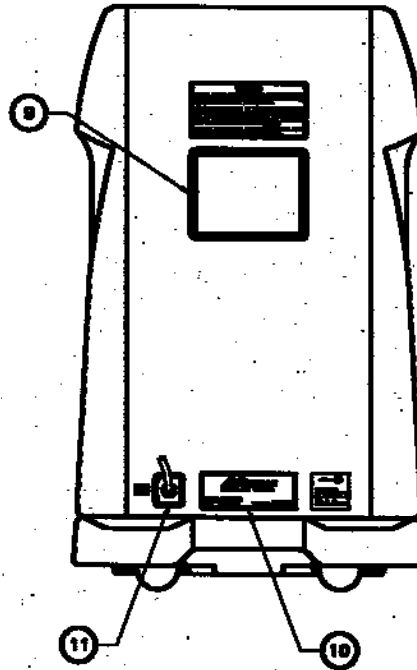

Fig. I.2
I. 2. Apparatens baksida (Fig. I. 2)	3-SV
I. 2. Apparatusens baksida (fig. I. 2)